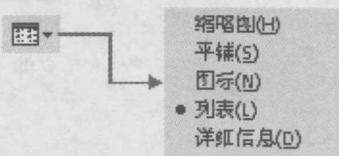

图 1.5
- 单击 按钮，出现如图 1.5 所示的文件选项菜单，可选相应命令。